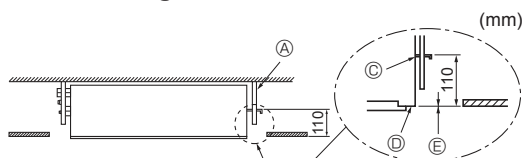
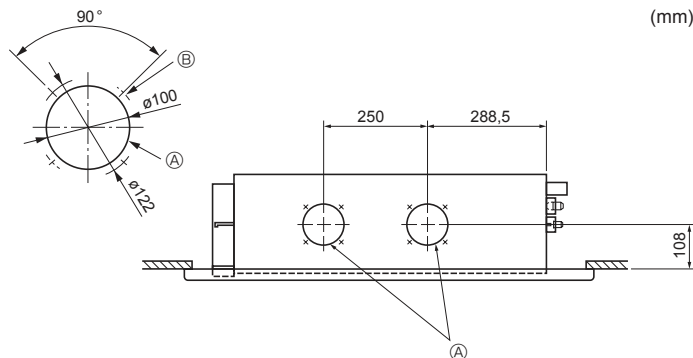

Fig. 2-9
Fig. 2-10
5. Serrer tous les écrous. (Fig. 2-9)
- ① Boulon de suspension (3/8" ou M10)
- ② Tuyau en plastique transparent
- ③ Dessous du support
- ④ Attacher le panneau avant ici.
- ⑤ Faire en sorte que ces surfaces soient au même niveau (0 - 3 mm).
2.5. Orifice d'arrivée d'air frais (Fig. 2-10)